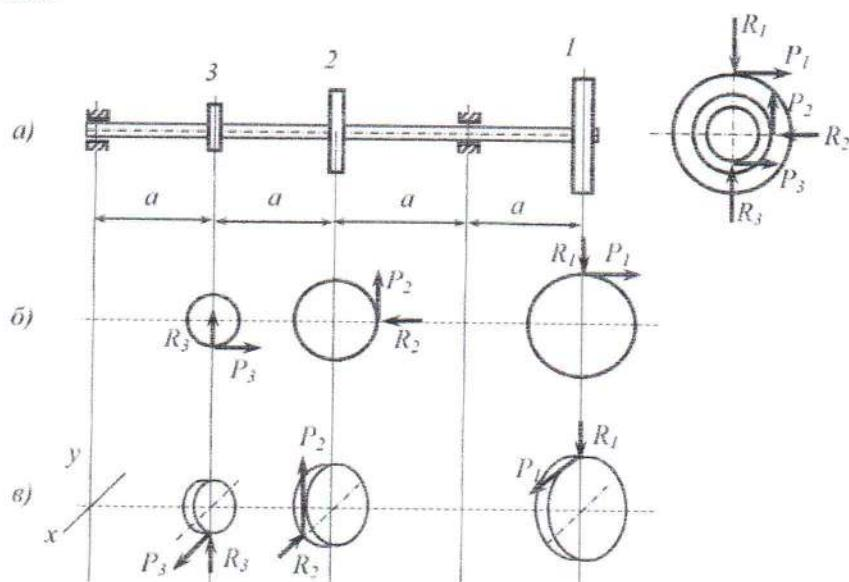

Рис. 5 Распределение нагрузок
1. Начертить заданную схему вала (рис. 5, а).
4. Показать на схеме силы, действующие на каждое зубчатое колесо, с указанием их величины (рис. 5, б или рис. 5, в).